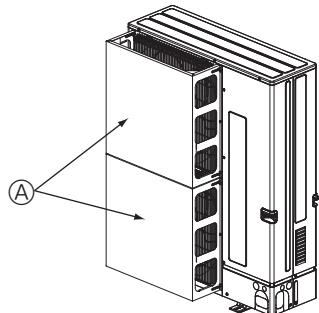

Fig. 2-4
- ② Installeer een optionele luchtgeleider als het apparaat wordt geïnstalleerd op een plaats waar krachtige windstoten bij storm etc. rechtstreeks de luchtinlaat kunnen binnendringen. (Fig. 2-4)